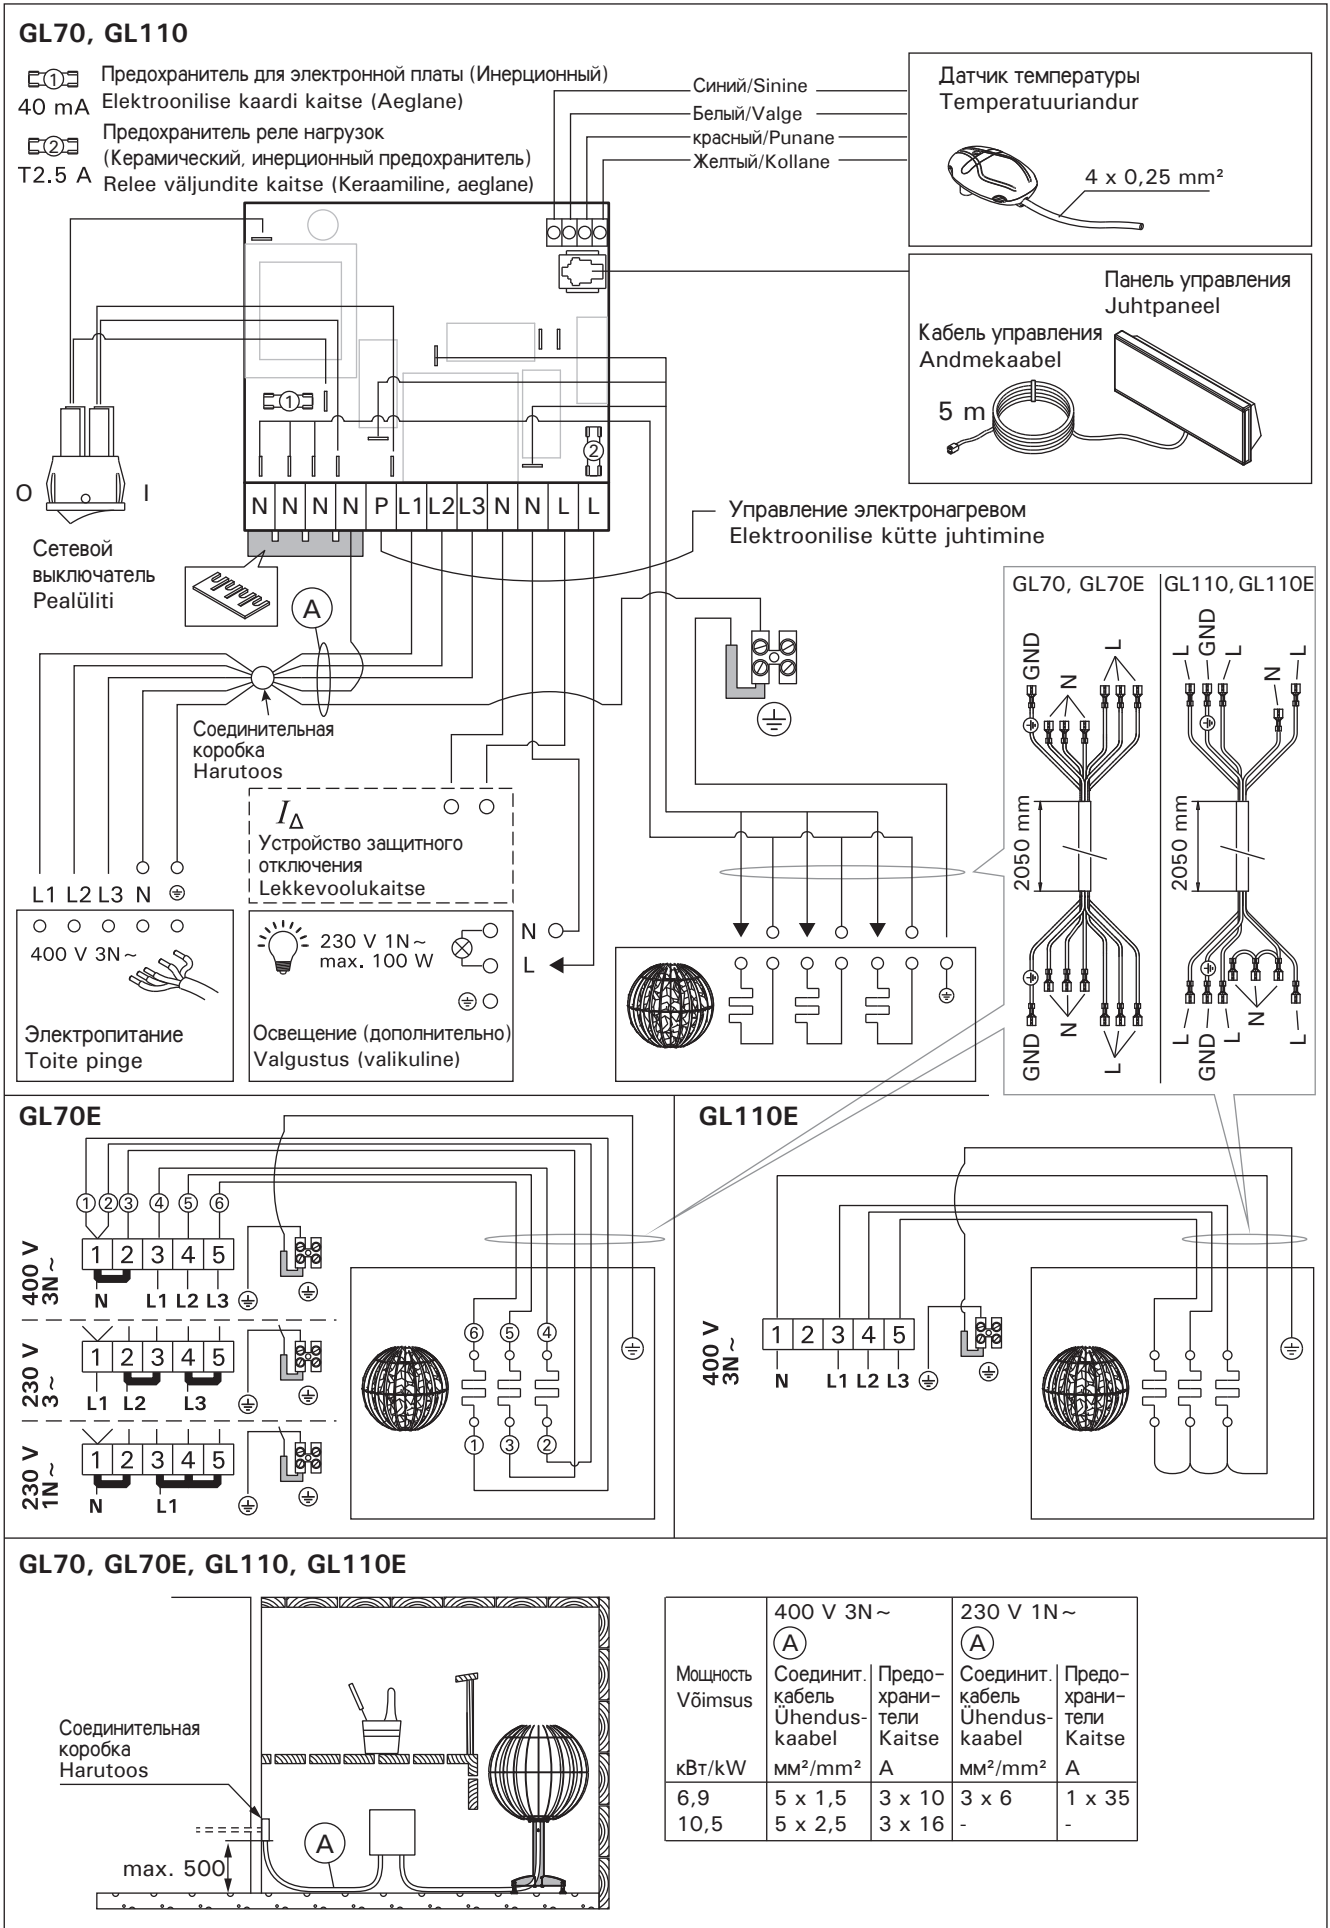

Рисунок 5. Электрические подключения
- В качестве кабеля (рис. 5: А) следует использовать резиновый кабель типа HO7RN-F или подобный. **ВНИМАНИЕ! Использование изолированного ПВХ кабеля запрещено вследствие его разрушения под воздействием тепла.**
- Кроме разъемов питания каменки GL оснащены также разъемом (P), который делает возможным управление электрическим нагревом (см. рис. 5). Кабель управления электро-отоплением подводят прямо к розетке каменки и дальше с помощью резинового кабеля, равного по толщине кабелю подключения, к клеммнику.